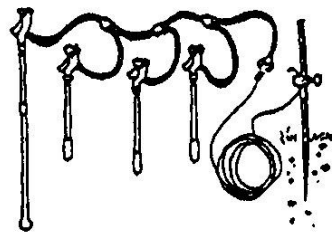

fig. 11. Dispositif de mise à la terre et en court-circuit pour réseau BT.
- Les dispositifs de mise à la terre et en court-circuit (fig. 11) sont utilisés pour la protection de la zone de travail contre tout risque de réalimentation ou d'induction. On prendra bien soin pour leur pose de mettre la terre avant de mettre en court-circuit.